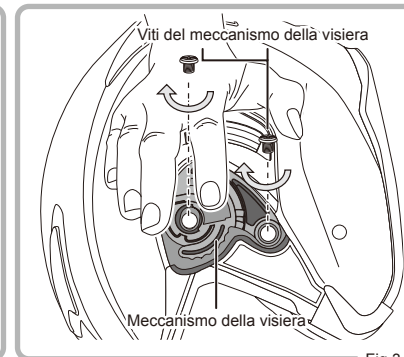

Fig.3
- ③ Avvitare saldamente ogni vite del meccanismo della visiera ruotandola in senso orario. Ripetere la stessa procedura per il meccanismo della visiera sull'altro lato del casco. L'installazione dei meccanismi della visiera è completa (Fig. 3).